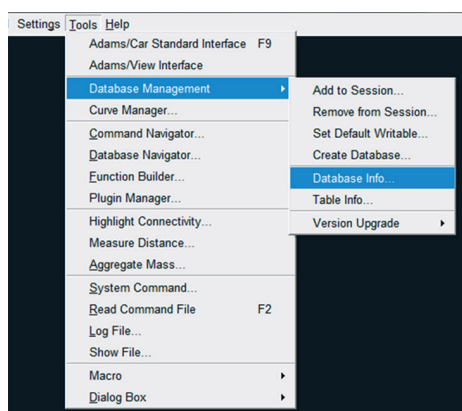

Figura 5.7 – Janela para obtenção de informações sobre o diretório de trabalho.
- Para obter informações sobre o diretório de trabalho criado, abra o menu *Tools* → *Database Management* → *Database Info* (Figura 5.7).